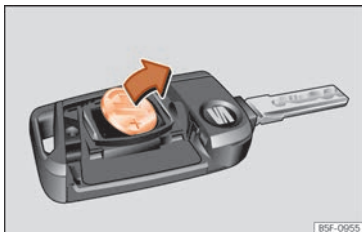

Abb. 89 Fahrzeugschlüssel: Batterie heraus-nehmen.
- Batterie mit einem geeigneten dünnen Ge-genstand aus dem Batteriefach heraushe-beln »» **Abb. 89**.
- Neue Batterie wie gezeigt ansetzen »» **Abb. 89** und entgegen der Pfeilrichtung in das Batteriefach drücken »» ⚠.